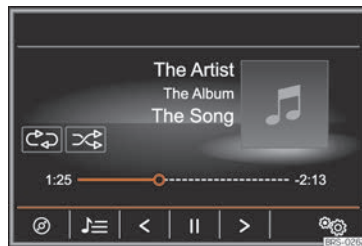

Fig. 206 Menú principal MEDIA.
- Pulse el botón de función  **Selección**  **» fig. 206.**